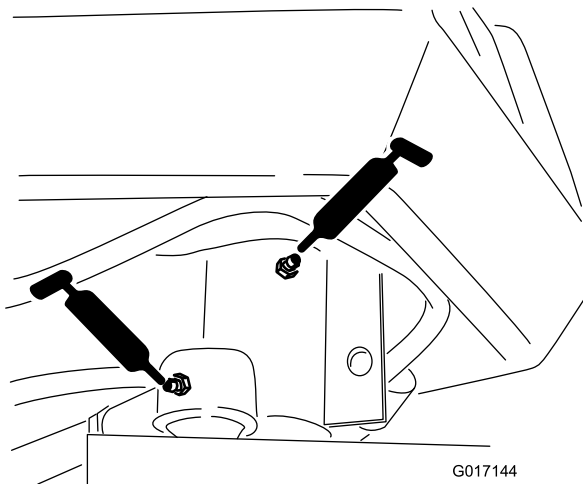

Figura 31
- Eje de la horquilla de dirección (1) (Figura 31)
- Rótula del cilindro de dirección (Figura 31)